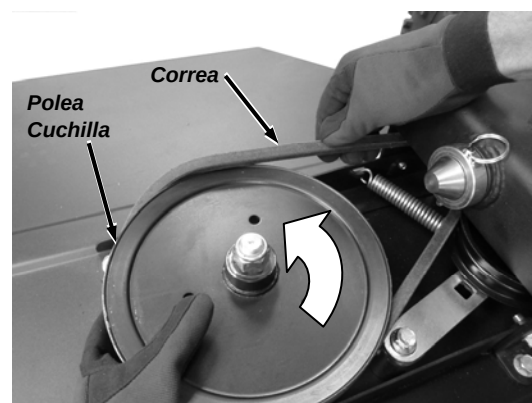

Figura 39
2. Gire la polea de la correa con una mano mientras utiliza la otra para sacar la correa de la ranura de la polea (**Figura 39**).